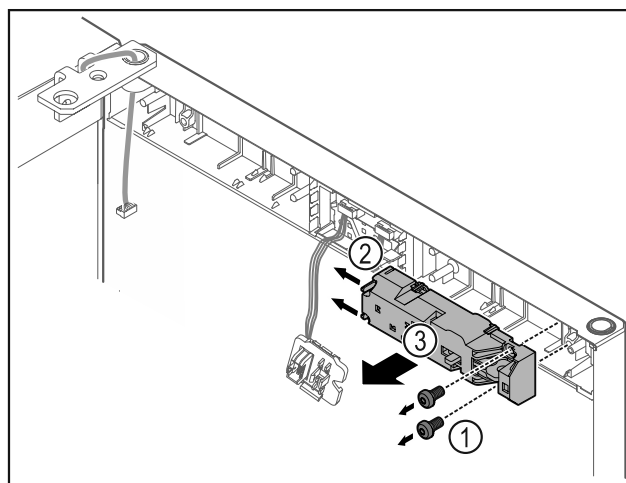

Fig. 23
- ▶ Fjern Fig. 23 (1) skrue.
- ▶ Tryk låsetapperne Fig. 23 (2) til siden, og tag fjernlåsen Fig. 23 (3) af.